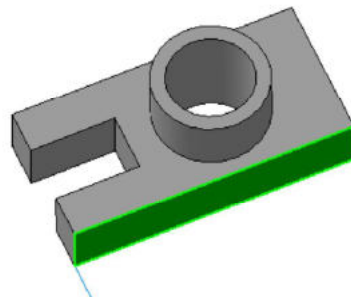

Рис. 15
- щелчком ЛКМ укажите боковую грань (зеленая) для последующих построений (рис. 15);